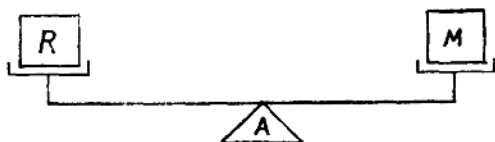

图 1
①质量就是“该产品使用户满意的程度”。首先生产出问题很少的产品,即使出了问题,也要很快就能修复。由此夏普引出了RMA的概念(见图1)。